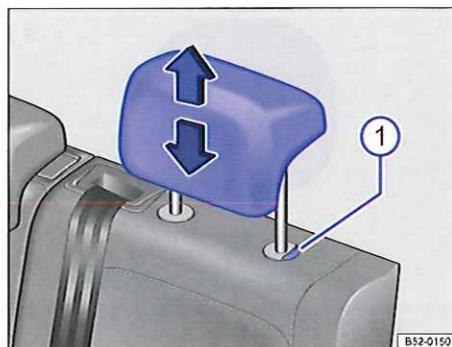

Fig. 49 Réglage de l'appuie-tête arrière.
- Déplacez l'appuie-tête dans le sens de la flèche vers le haut ou, en maintenant la touche  $\Rightarrow$  fig. 49 ① enfoncée, vers le bas  $\Rightarrow$  .